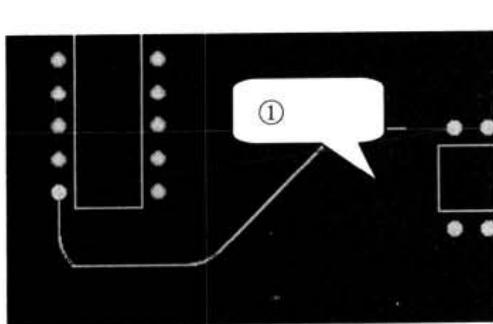
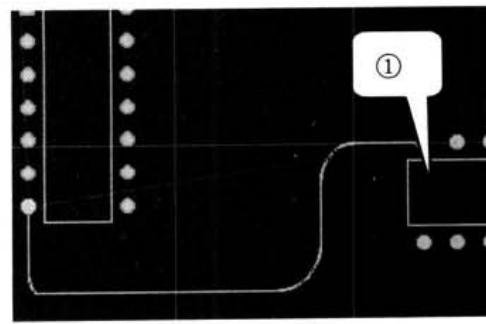

图 14-8 栅格设置为 200mil 时效果图
图 14-9 栅格设置为 1mil 时的效果图
在手工布线时,如果栅格设置不合理,可能就根本不能定位到需要连线的焊盘上。图 14-8 是栅格设置为 200mil 时布线的效果图,在图中由于栅格设置过大,连线不能连接到焊盘上,即如图 14-8 中的①所示;图 14-9 是栅格设置为 1mil 时的效果图,则达到了要求。